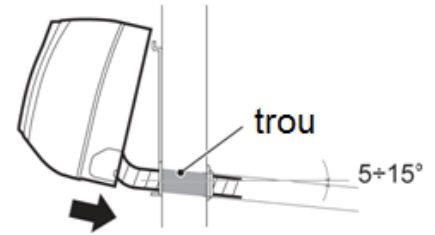

Fig. 10
1. Choisir l'emplacement du trou pour le tuyaux dans la direction du tuyau de vidange et percer un trou traversant le mur avec une légère pente vers l'extérieur (fig. 10). Le trou doit avoir un diamètre d'au moins 55 mm (70 mm pour les Modèles 1819 et 2419).